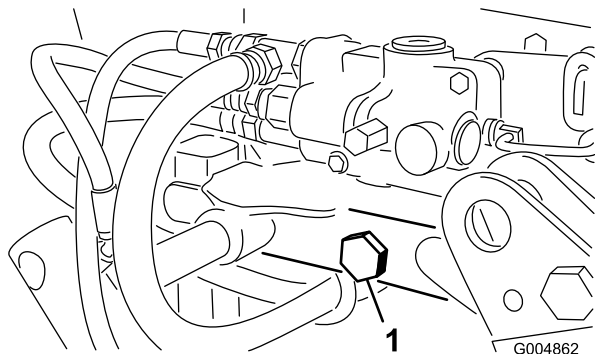

Figure 105
16. Enlevez avec précaution les boulons (3/4 po), les rondelles et les écrous qui fixent le cadre du tablier au cadre arrière (3 du côté gauche et 2 du côté droit) (Figure 105). Conservez 4 des boulons en vue de la repose et rangez les autres en prévision du passage au cadre d'été.